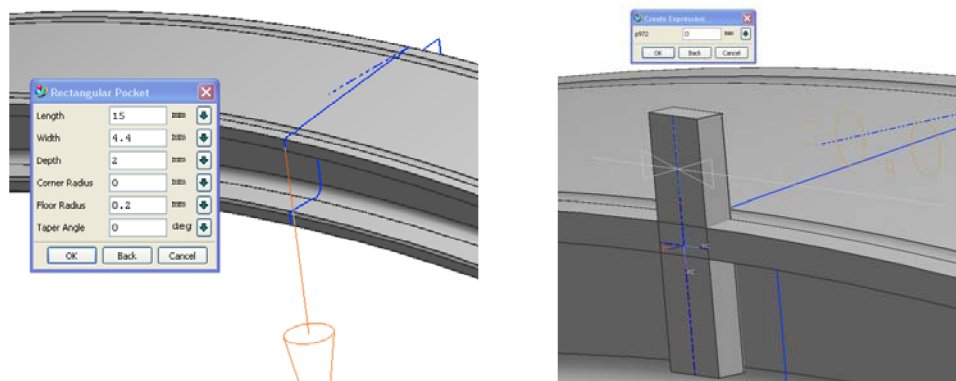
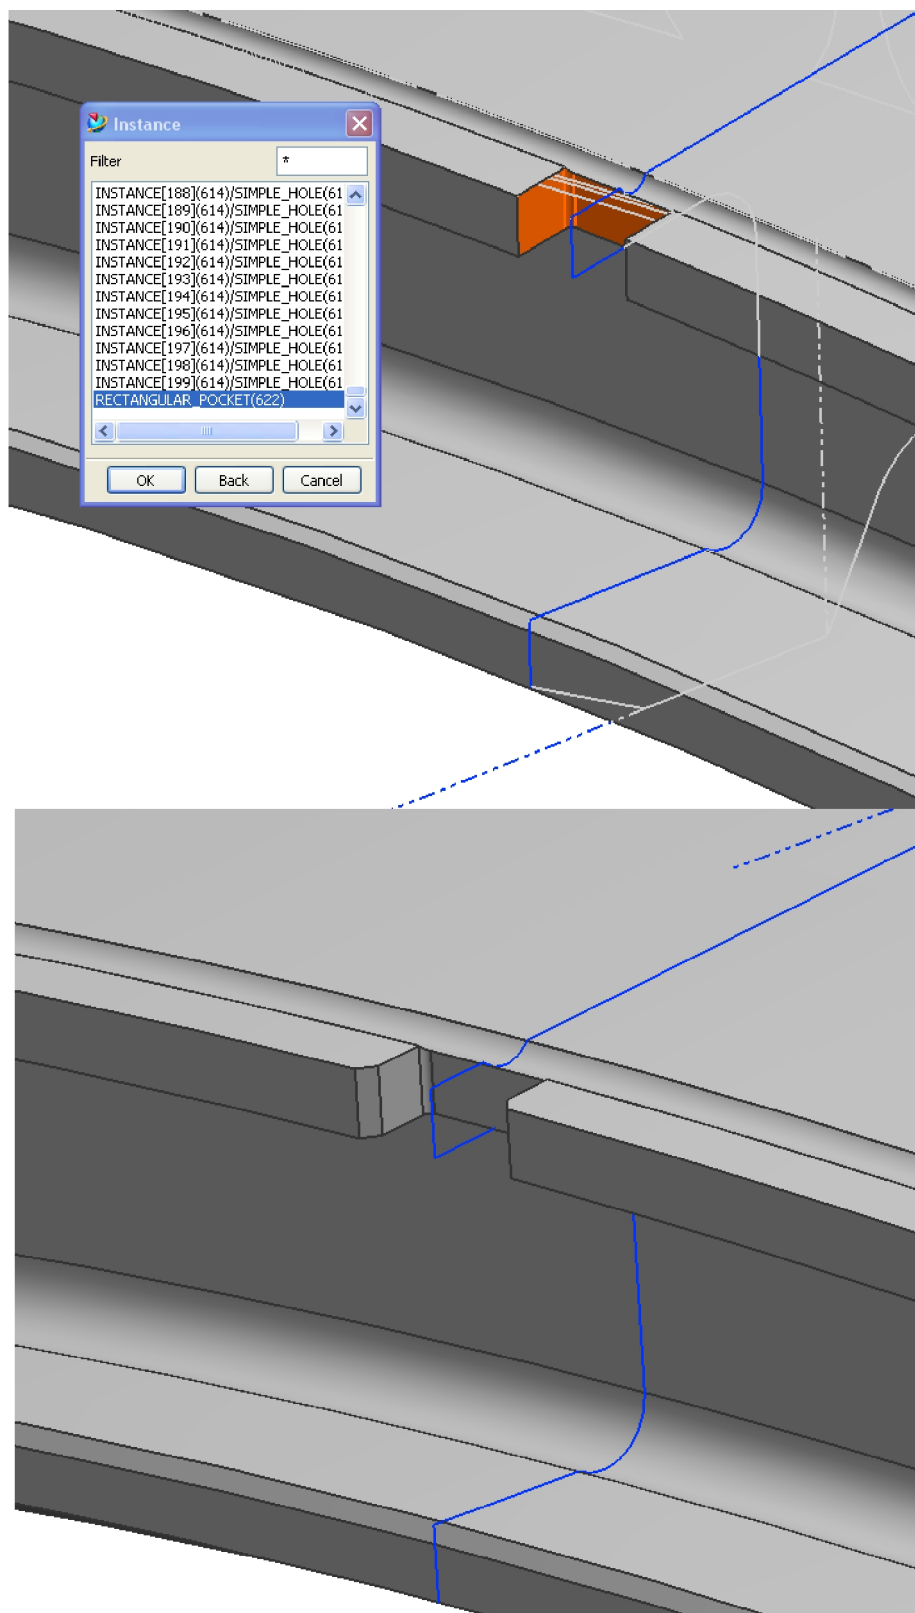

Рис. 95. Окончательная модель проставки
Рис. 96. Создание массива выборок и фасок
11. Создайте 3 паза для фиксации тракторной проставки в окружном направлении. Для этого выберите из меню **Insert** → **Design Feature** → **Pocket...**, в меню **Pocket** выберите опцию **Rectangular**, выберите торцевую поверхность проставки (около наружного диаметра), выберите базовую плоскость **XC-YC** в качестве горизонтальной плоскости выборки, задайте параметры выборки: длина 15 мм, ширина 4.4 мм, глубина 2 мм, радиус скругления основания 0.2 мм, нажмите **OK**. Задайте положение выборки относительно базовой плоскости 0 мм, нажмите **OK**, **OK** (Рис. 95). Создайте массив из 3 выборок: **Insert** → **Associative Copy** → **Instance...**. Выберите **Circular Array** → **RECTANGULAR_POCKET**, нажмите **OK**. Задайте количество отверстий – 2 и угловой шаг отверстий – 117.62 градусов. Выберите **Datum Axis** и ось **XC**, **OK**. Выберите еще раз базовый **RECTANGULAR_POCKET** и задайте угловой шаг - 117.62, нажмите **OK**. Создайте фаски 0.4x45 на краях выборки (Рис. 96).